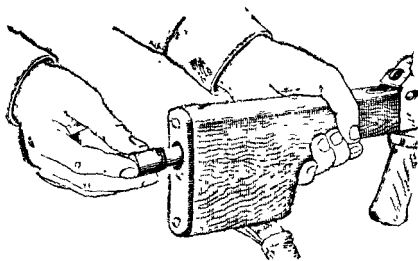

Рис. 12. Вкладывание пенала принадлежности в гнездо приклада
9) Вложить пенал в гнездо приклада. Уложить протирку, ершик, отвертку и выколотку в пенал и закрыть его крышкой, вложить пенал дном в гнездо приклада (рис. 12) и утопить его так, чтобы гнездо закрылось крышкой. У автоматов со складывающимся прикладом пенал убирается в карман сумки для магазинов.